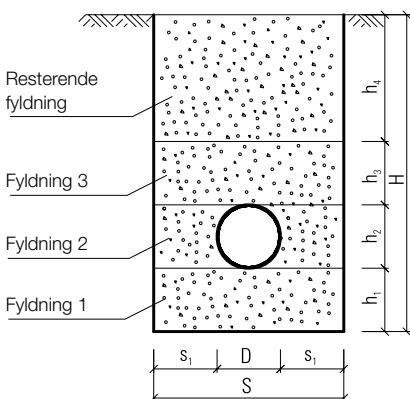

Fig. 3: Lægning af rør i kabelrende – refererer til jordklasse 2
- **Fyldning 1** – fyldningen skal være 10 cm med en maks. kornstørrelse på 20 mm uden skarpe sten. (fig. 3)\*
- **Fyldning 2** – afstanden mellem rørets side og kabelrendens væg ( $S_1$ ) skal være 10 cm med en maks. kornstørrelse på 20 mm uden skarpe sten. (fig. 3)